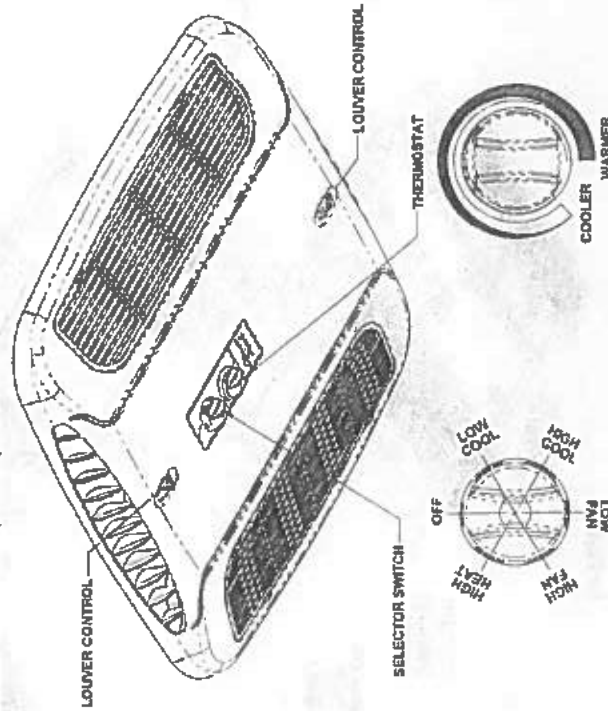

FIGURE 1
A. Le sélecteur - Le commutateur de sélection détermine le mode de fonctionnement la pompe à chaleur doit être. En tournant le sélecteur, l'utilisateur peut obtenir toute fonction de l'appareil désirée. Les fonctions du dispositif varient selon les options de l'unité de toit et celles du plafonnier. Le figure 1 illustre l'emplacement du sélecteur et les fonctions offertes. La section « Exploitation » explique les caractéristiques de chaque mode de fonctionnement.
B. Le thermostat (commande thermique) - Le thermostat fixe le réglage de température de « ON » et « OFF » auquel le compresseur va fonctionner (voir la figure 1).